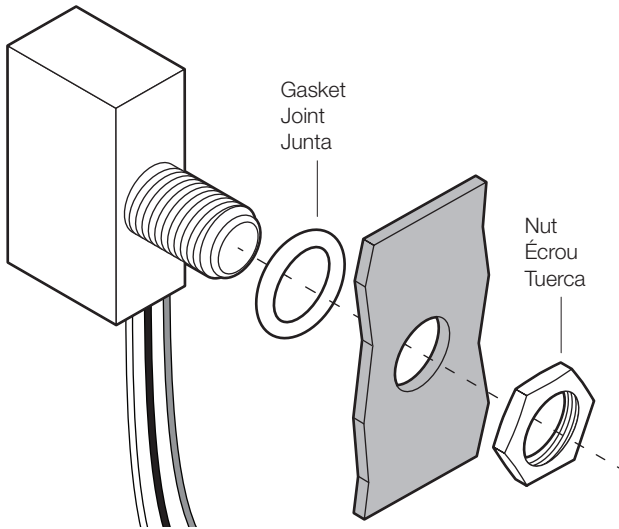

FIG. 1. Photocontrol mounting
2. Mount the photocontrol using the included gasket and nut. DO NOT MOUNT WITH THE WIRES FACING UP. Refer to FIG. 1.
2. Montez le photocontrôle en utilisant le joint et l'écrou fournis. NE PROCÉDEZ PAS AU MONTAGE AVEC LES FILS ORIENTÉS VERS LE HAUT. Reportez-vous à la FIG. 1.
2. Monte el control fotelectrónico usando la junta y la tuerca incluidas. NO INSTALE CON LOS CABLES HACIA ARRIBA. Consulte la FIG. 1.